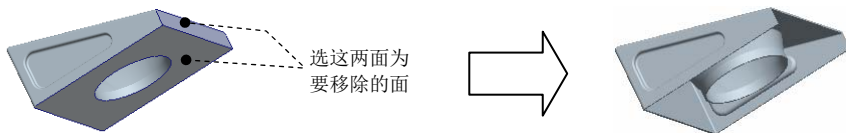

图 5.36.27 添加抽壳特征 1
Step17. 添加抽壳特征 1。单击 **模型** 功能选项卡 **工程** 区域中的  按钮，选取图 5.36.27 所示的模型表面为要去除的面，抽壳的壁厚值为 3.0。